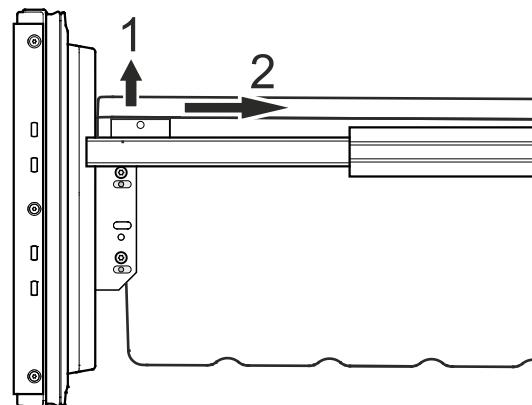

Figura 15
- Desenclave el recipiente por el canto izquierdo y derecho tirándolo hacia arriba (1) - **Figura 15**.
- Deslice el recipiente hacia atrás (2) - **Figura 15**.